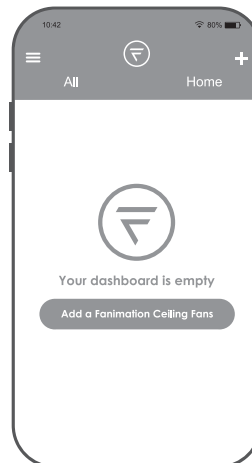

Figura 4
3. Realice las conexiones de cables al bloque del terminal como se muestra en la Figura 4. Conecte el conector de 2 clavijas desde unidad del motor conexión a la receptor, instale el conector de 3 clavijas desde unidad del motor conexión a la receptor.
- ☐ 4. Instale la cubierta del cable del kit de iluminación en la unidad del carcasa de interruptor usando las dos ranuras principales de conexión. Vuelva a colocar el tercer tornillo y asegure los tres tornillos. (Figura 4)
- ☐ 4. Si necesita reemplazar la baterías. Retire la cubierta de la batería del control remoto con un destornillador y conserve el tornillo para luego. (Figura 4)
- ☐ 4. Después de crear la cuenta fanSync de Fanimation, puede añadir sus ventiladores en la aplicación. (Figura 4)